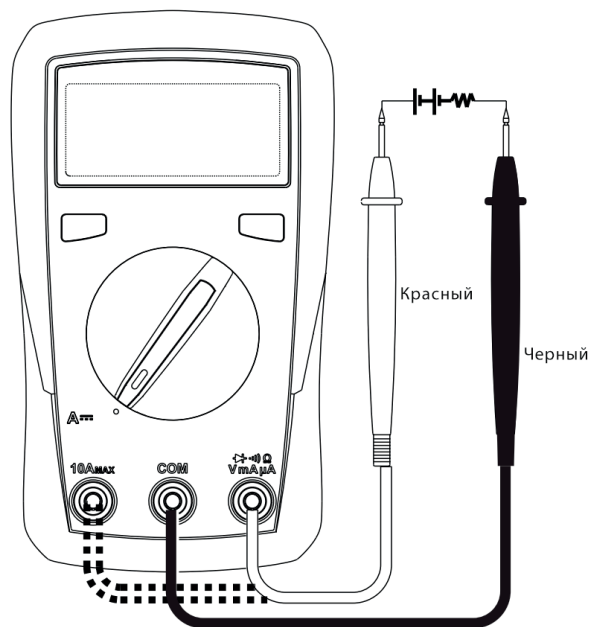

Рисунок 3
6. Измерение постоянного тока (рисунок 3)
7. Измерение переменного тока (только для UT131A, рисунок 3)